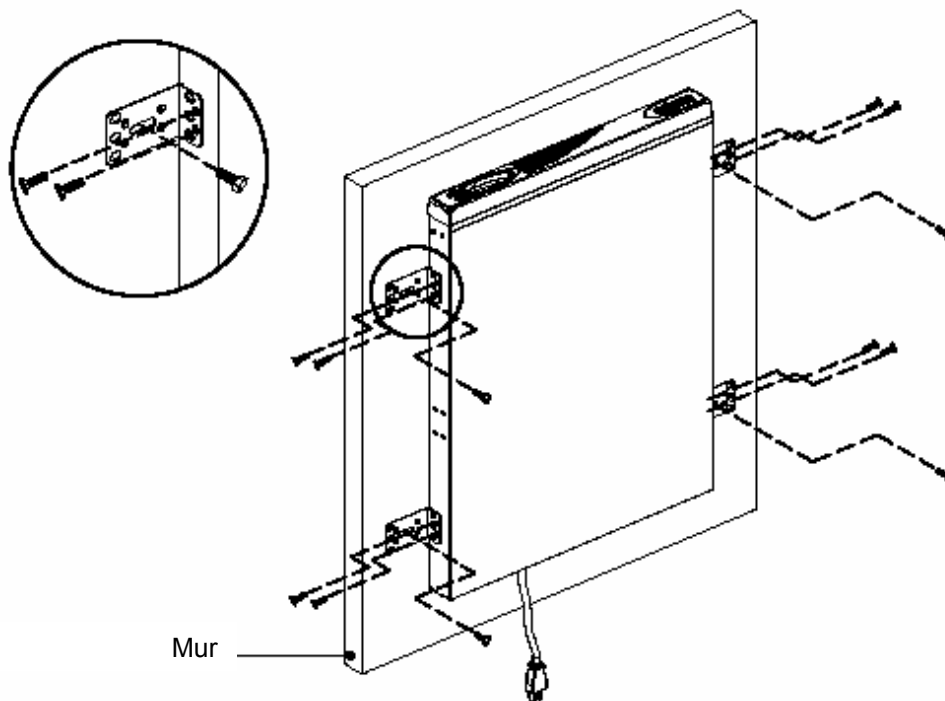

Figure 10 – Montage mural
2. Fixez les parties courtes des 4 équerres de montage à l'ASI en utilisant 2 vis M3 x 6 fournies (Figure 10).